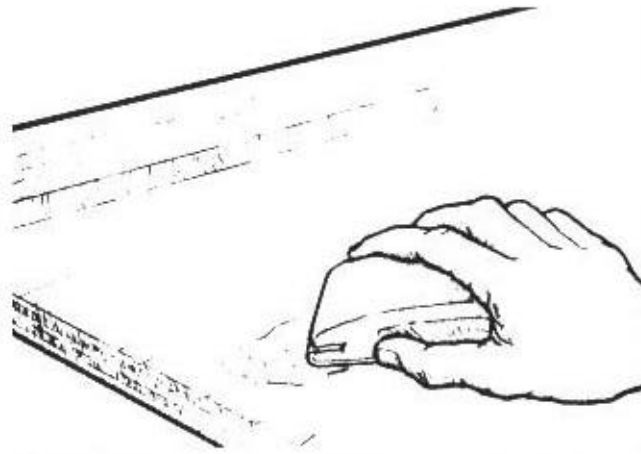

Figura 3-14 Lije la masilla a la forma deseada después de que el epoxi haya curado por completo.
6. Lije la masilla hasta que se ajuste con el contorno a su alrededor (*Figura 3-14*). Si necesita quitar mucha masilla, comience con papel de lija de grano 50. Use papel de lija de grano 80 con el bloque de lijar apropiado cuando se acerque al contorno final. Elimine el polvo del lijado y rellene cualquier hueco que quede siguiendo el mismo procedimiento.